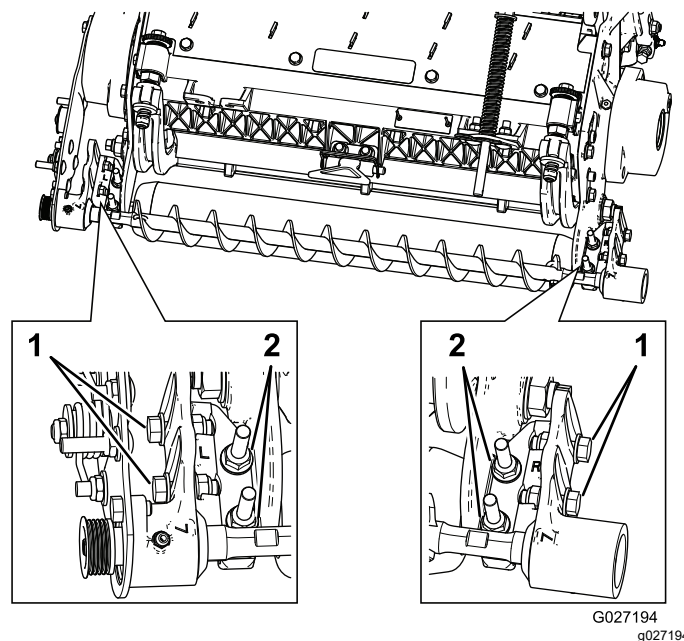

Figura 13
- Allentate i 2 dadi di bloccaggio flangiati che fissano la staffa di montaggio della spazzola per rullo alla piastra laterale dell'apparato di taglio (Figura 13).
- Girate l'alloggiamento del cuscinetto della spazzola per rullo fin quando la piastra della spazzola non risulta parallela alla piastra laterale dell'apparato di taglio (Figura 13).
- Serrate i 2 dadi di bloccaggio flangiati che fissano la staffa di montaggio della spazzola per rullo alla piastra laterale dell'apparato di taglio (Figura 13).
- Allentate i 2 bulloni che fissano ciascun alloggiamento del cuscinetto della spazzola per rullo alla staffa di montaggio della spazzola per rullo (Figura 13).